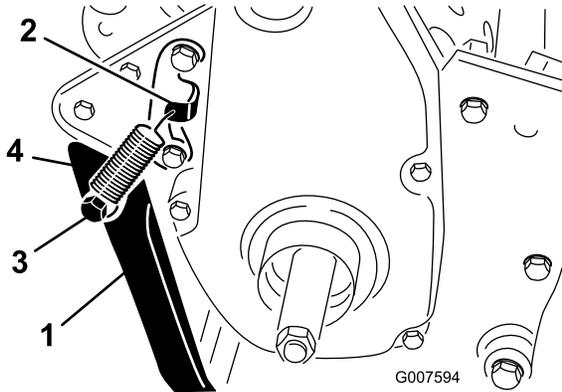

Figura 8
2. Prensada a mola no furo do suporte da mola e na fixação da mola alinhando a cavilha da mola com os furos de montagem na parte traseira do chassis (Figura 8).
3. Monte o apoio em cada lado do chassis com um parafuso, anilha de bloqueio, espaçador, anilha de cabeça chata e porca de bloqueio (Figura 8).